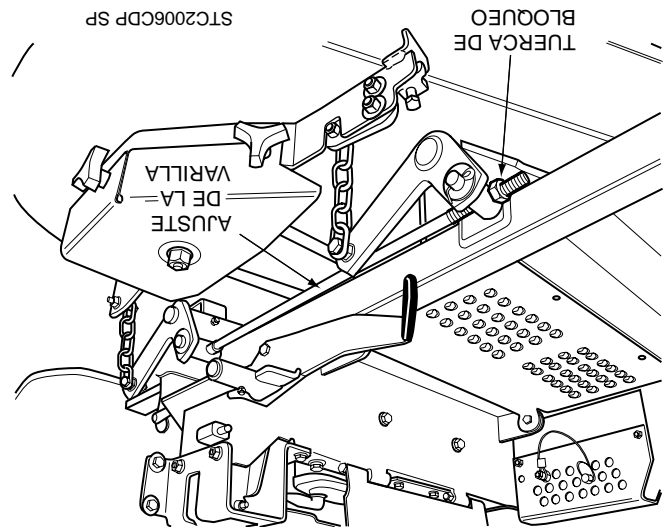

Figura 6-5. Ajuste de la plataforma de corte
1. Afloje las tuercas de bloqueo en ambas varillas de ajuste. (Vea la Figura 6-5).